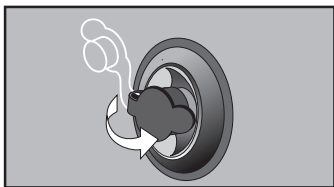

Fig. 11
5. Anslut bilkontakten för 12 V likström till ett eluttag för 12 V likström. **Obs!** När pumpen ansluts till ström kommer LCD-skärmen att tändas (se fig. 11).